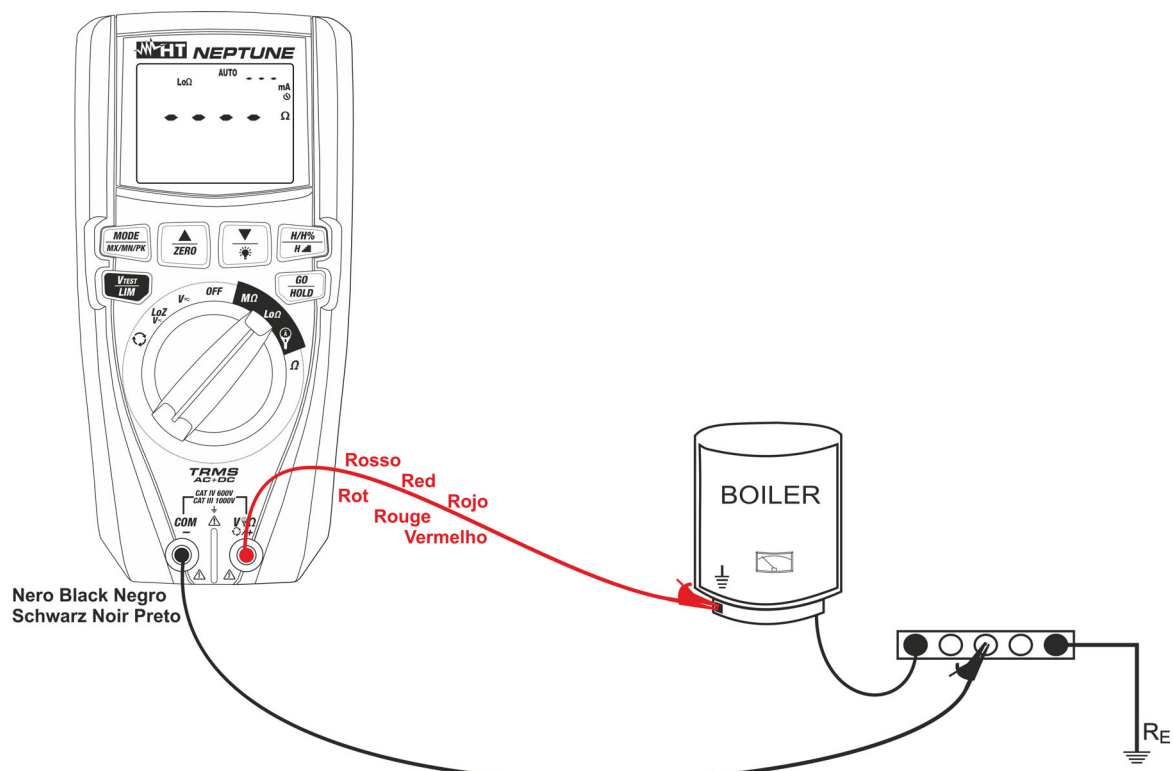

Fig. 25: Utilisation de l'instrument pour mesure de continuité en mode AUTO
7. Introduire le conducteur rouge dans la borne d'entrée **V Ω ☉/+** et le conducteur noir dans la borne d'entrée **COM/-** et brancher l'instrument à l'installation contrôlée (voir Fig. 25)